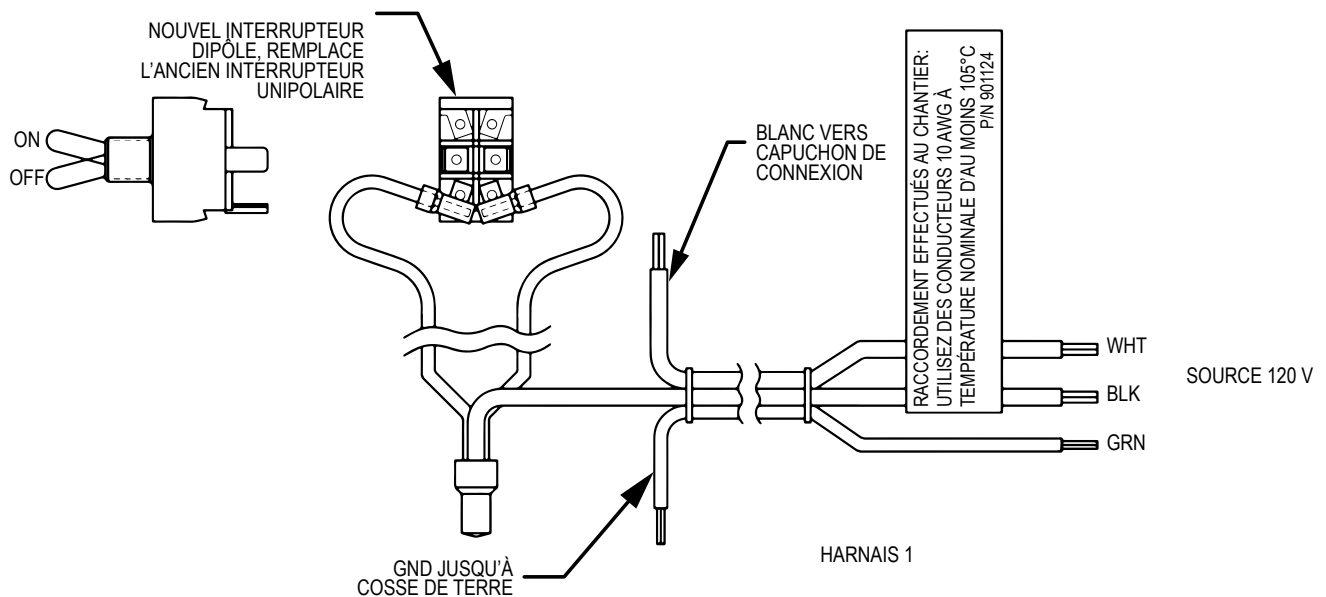

Figure 5. Harnais 1, modèles 0514 à 1826
7. À l'intérieur de la boîte de jonction, remplacez l'interrupteur d'alimentation principale par le nouvel interrupteur à 2 pôles fourni. Connectez les fils du HARNAIS 1, qui transmet l'alimentation 120V, aux bornes COM de l'interrupteur à 2 pôles, voir **Figure 5**.
7. À l'intérieur de la boîte de jonction, remplacez l'interrupteur d'alimentation principale par le nouvel interrupteur à 2 pôles fourni. Connectez les fils du HARNAIS 1, qui transmet l'alimentation 120V, aux bornes COM de l'interrupteur à 2 pôles. Reportez-vous à l'illustration du HARNAIS 1, à la **Figure 5**.